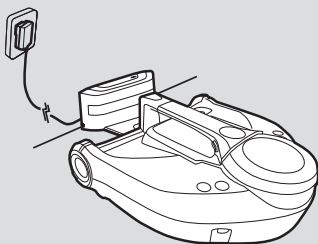

Fig. 5
- B. Genom att trycka på hemladdningsknappen på roboten. [Fig. 5]
När batteriet laddar blinkar Strömlampan på laddningsbasen och batterinivåvisaren på produktens display. Om batteriet är fulladdat, lyser det permanent. [Fig. 5]